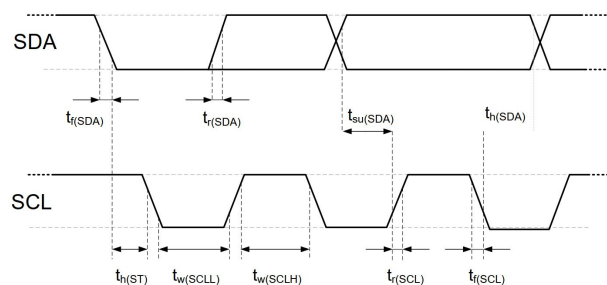

图9. 数字输入/输出端的时序图、缩略语在表8中进行了解释。较粗的SDA线由传感器控制、普通的SDA线由单片机控制。请注意SDA有效读取时间由前一个转换的下降沿触发。
SDA引脚用于传感器的数据输入和输出。当向传感器发送命令时，SDA在串行时钟（SCL）的上升沿有效，且当SCL为高电平时，SDA必须保持稳定。在SCL下降沿之后，SDA值可被改变。为确保通信安全，SDA的有效时间在SCL上升沿之前和下降沿之后应该分别延长至 T_{SU} and T_{HO} -参考图9。当从传感器读取数据时，SDA在SCL变低以后有效 (TV)，且维持到下一个SCL的下降沿。
电气特性, 如功耗、输入和输出的高、低电平电压等, 依赖于电源供电电压。为了使传感器通讯顺畅, 很重要的一点是, 确保信号设计严格限制在表6、7和图9所给出的范围内)。
表 7. I²C快速模式数字输入/输出端的时序特性。具体含义在图9有所显示, 除非另有注明。